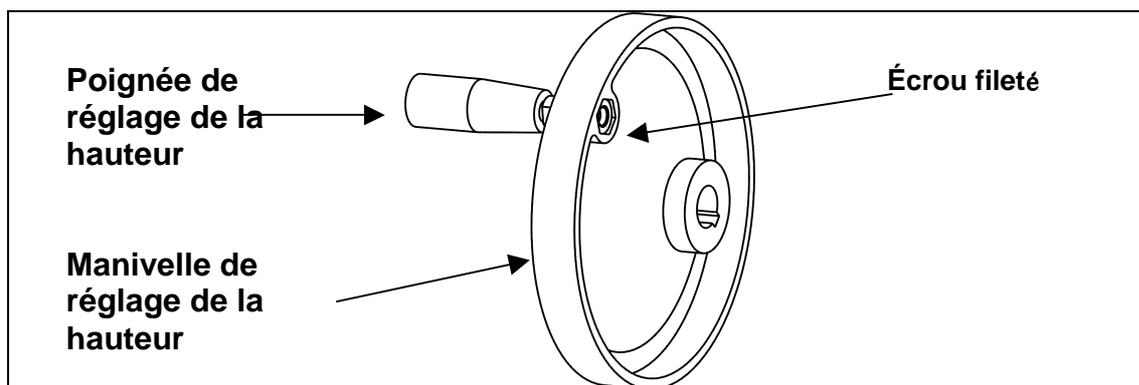

Figure 3
- 1 – Manivelle de réglage de la hauteur (Reportez-vous à la Figure 3.)